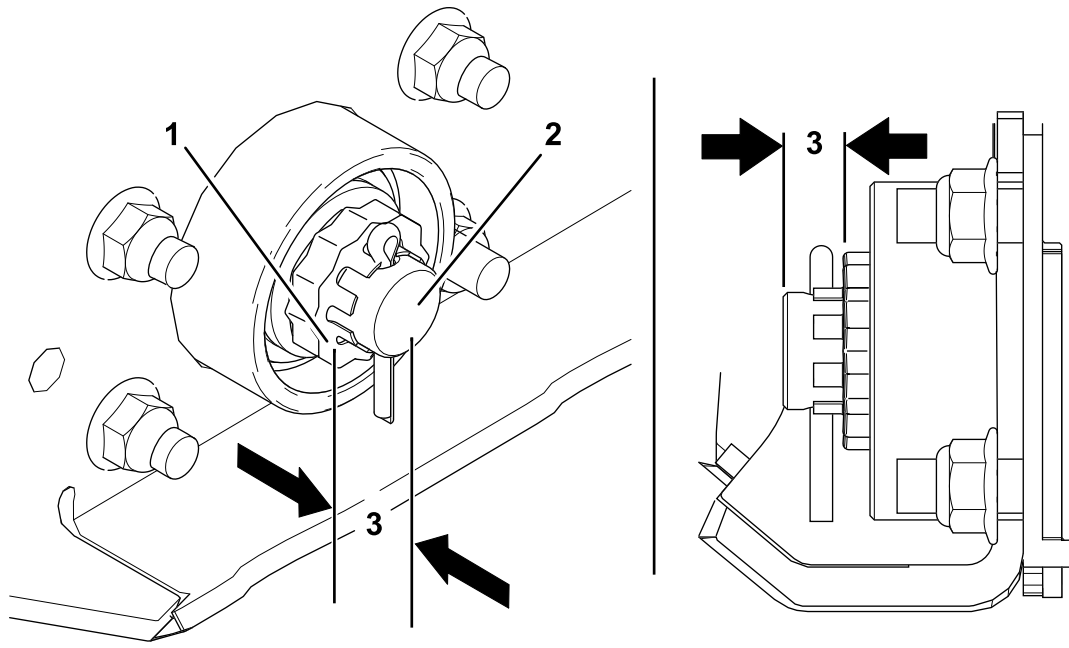

**Figura 3**
1. Montate i raccordi d'ingrassaggio sui gruppi dei mozzi (Figura 3).
4. Montate i gruppi dei mozzi su ciascun pattino con 16 bulloni a testa tonda (3/8" x 1 1/4"): fate riferimento a Figura 3.
6. Montate i rulli sul pattino assemblato utilizzando 2 cuscinetti a rulli, 2 rondelle piane, 2 dadi (11/32") e 2 dadi di bloccaggio (Figura 3).
8. Una volta regolato il dado di bloccaggio, installate la coppiglia (Figura 3).
10. Montate i rulli sul pattino assemblato utilizzando 2 cuscinetti a rulli, 2 rondelle piane, 2 dadi (11/32") e 2 dadi di bloccaggio (Figura 3).
13. Installate le coppiglie e assicuratevi che tutte e 4 le coppiglie facciano presa sui dadi di bloccaggio (Figura 3).
16. Montate i coperchietti antipolvere su ciascuna estremità dei rulli (Figura 3).